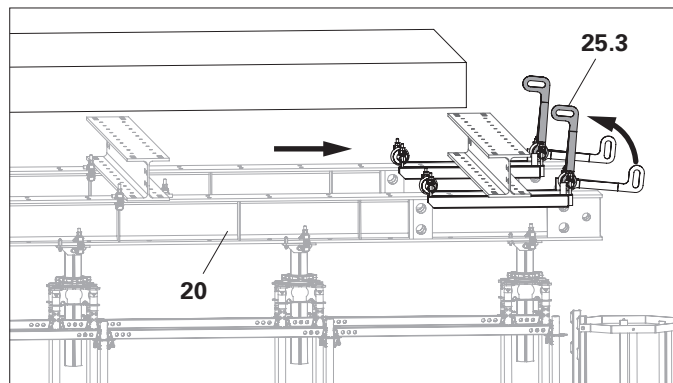

Fig. A7.09a
4. Nella posizione finale, girare la leva **(25.3)** verso l'alto per riabbassare la traversa. (Fig. A7.09a)